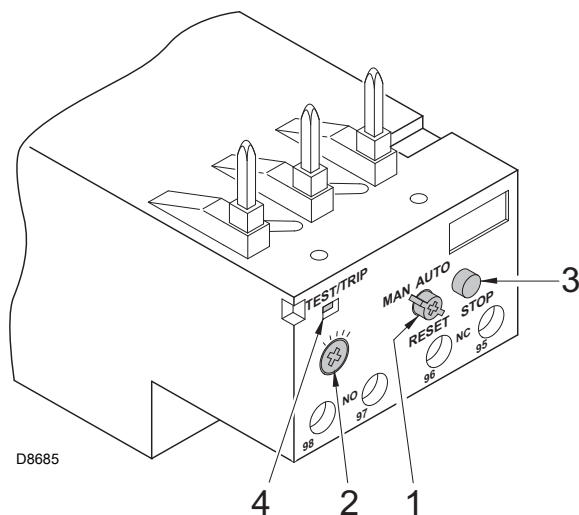

图 26
热继电器可避免由于吸收电功率突然增大或缺相而导致的马达损坏。要校准 2) (图 26)，请参看电气接线图中的表格。
- ▶ 将燃气阀组管路中的空气排净，连接一个塑料管到最小燃气压力开关的压力测试点 1) (图 26)。将该塑料管伸到建筑物外，可以闻到燃气的味道。